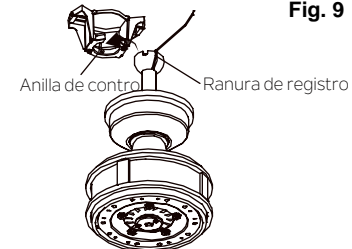

Fig. 10
Paso 6. Ahora levante el cuerpo del motor a su posición y coloque la bola de suspensión en el soporte de suspensión. Gire hasta que la "Anilla de control" haya caído en la "Ranura de registro" y se asiente firmemente. (Fig.10) Todo el cuerpo del motor no debe girar si esto se hace manera correcta.